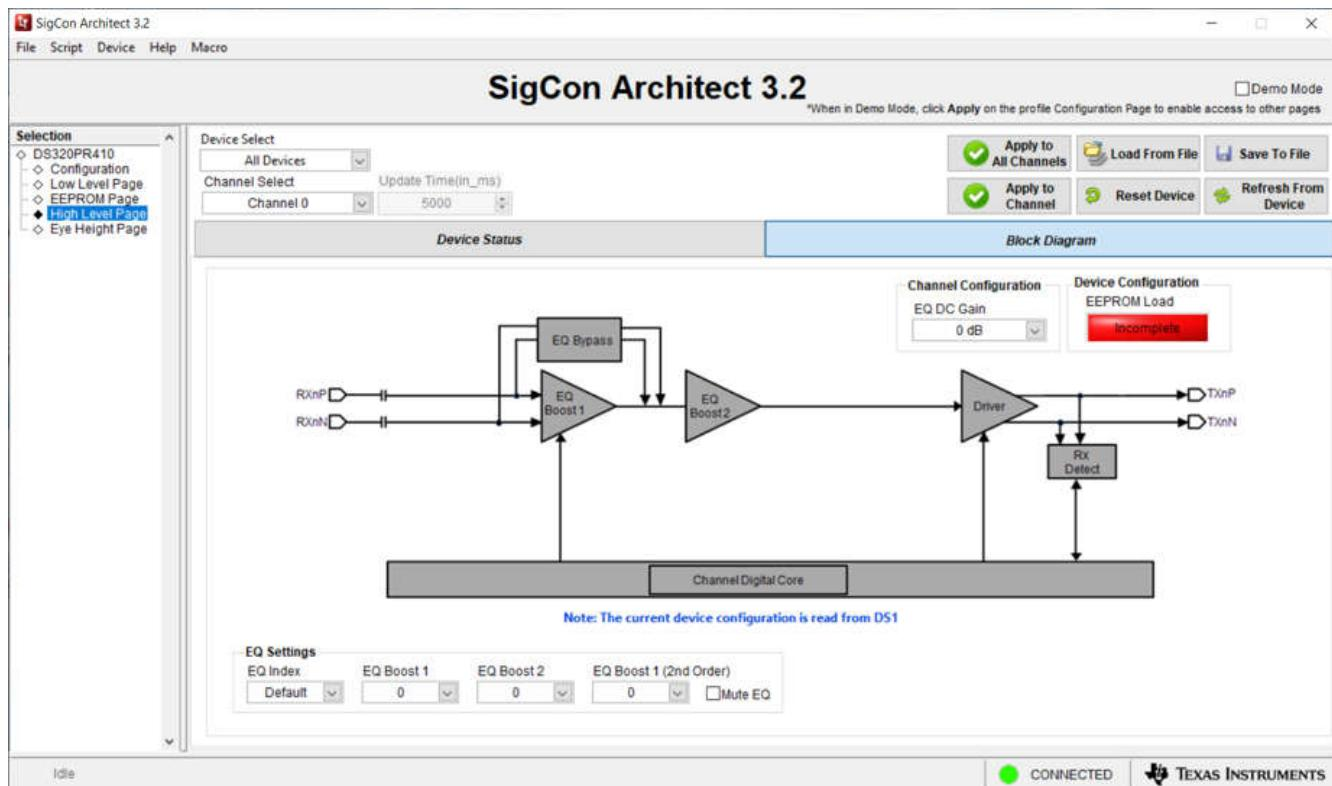

图 2-1. SigCon Architect DS320PR410 的“High-Level Page”
13. 在 DS320PR410 的 “High Level Page” 中，选择 Block Diagram，如图 2-1 所示。